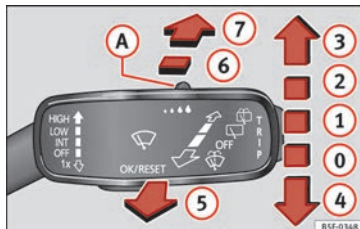

Fig. 142 O manípulo do limpa-vidros.
– Se desejar apenas limpar o para-brisas **rapidamente** desloque o manípulo para baixo, até à posição **4** »» Fig. 142.
– Empurre o manípulo para cima, até à posição **1** »» Fig. 142.
– Empurre o manípulo para cima, até à posição **2** »» Fig. 142.
– Empurre o manípulo para cima, até à posição **3** »» Fig. 142.
– Puxe o manípulo para o volante, posição **5** »» Fig. 142, para pôr em funcionamento o lava para-brisas e o limpa para-brisas.
– Pressione o manípulo para a frente até à posição **6** »» Fig. 142, o limpa-vidros traseiro é acionado em intervalos de 6 segundos.
- Pressione o manípulo completamente para a frente até à posição ⑦ »» Fig. 142, o limpa-vidros e o lava-vidros funcionam simultaneamente.
- Solte o manípulo. O lava-vidros traseiro deixa de funcionar, enquanto o limpa-vidros continua a funcionar por mais 1-3 varrimentos (dependendo do tempo de funcionamento do ejetor). **Ao soltar, o manípulo fica na posição ⑥.**
- Mova o manípulo até à posição ① »» Fig. 142.
Se estiverem ligados os médios ou os máximos e mover o manípulo até à posição ⑤ »» Fig. 142, ativa por um breve período os lava-faróis. Os lava-faróis são também acionados a cada 10 vezes que se ative o lava para-brisas.